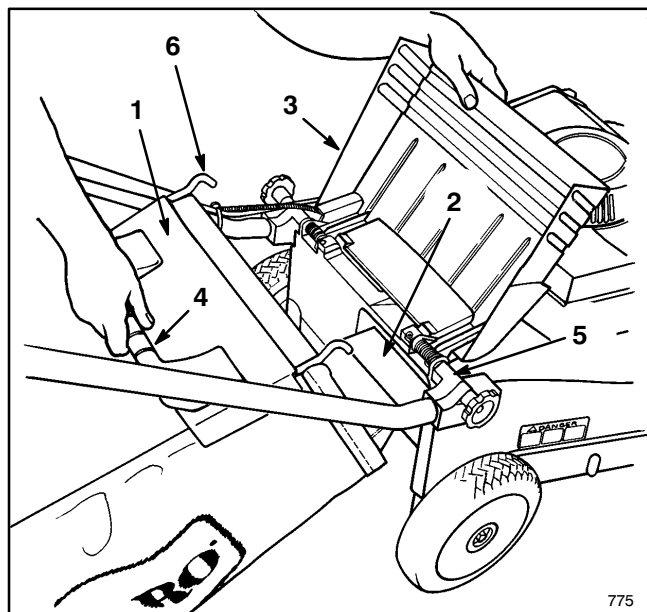

Figure 6
1. Lever le volet de l'éjection, insérer l'embouchure du sac dans l'ouverture d'éjection, et accrocher l'armature du sac sur la partie arrondie des supports de montage (Fig. 6).